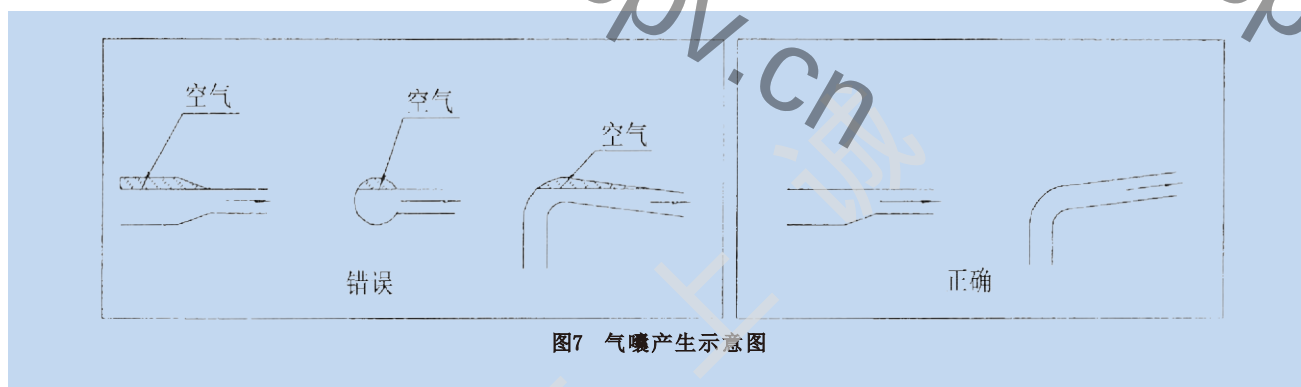

图7 气蚀产生示意图
1) 为避免气蚀影响泵的自吸。吸入管必须尽可能的短和直，当泵处于吸上状态运行时，吸管路必须保持从抽吸水源向泵入口向上倾斜。如果吸入管朝下倾斜，会产生气蚀（如图7）。